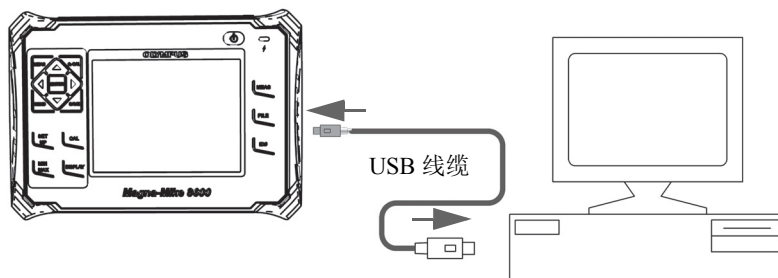

图 8-2 将 Magna-Mike 8600 仪器与计算机连接
7. 将 USB 线缆的一端连接到 Magna-Mike 8600 仪器 I/O 盖中的 USB 从端口上；另一端连接到计算机的 USB 端口上（参见第 127 页的图 8-2）。